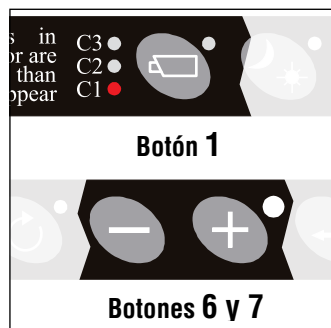
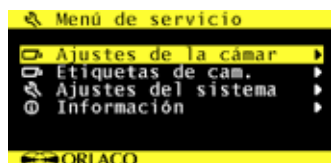

Figura 3
Figura 4
Los ajustes del monitor se ajusta a través del menú de servicio. Para abrir el menú de servicio, pulse al mismo tiempo el botón de selección de cámara (1), el botón menos (6) y el botón más (7) (consulte la figura 3). Aparecerá el menú de servicio (monitor) (consulte la figura 4). Para navegar por los menús, se utilizan los siguientes botones: